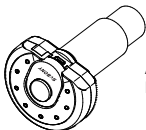

Abbildung 2.
- ① Digitale Mikroskopkamera SV189
- ② Mikroskopadapter
- ③ 1,5 m USB 2.0-Kabel
- ④ CD-ROM
- ⑤ Benutzerhandbuch
2. Installieren Sie bei Verwendung den Mikroskopadapter an der Kamera und ziehen Sie ihn fest (Abbildung 2).